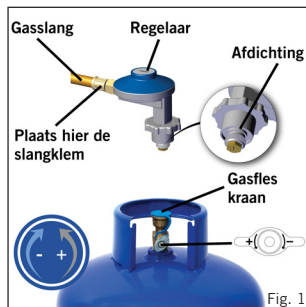

Fig. 1
- Bij het vervangen van een gasflles of kraan van de gasflles dichtdraaien en dan de kraan van het toestel dichtdraaien (zie fig. 1 en 2). Zorg dat de vlam gedoofd is voordat u de gasdrukregelaar losschroeft. Monteer een nieuwe volle gasflles volgens dezelfde voorzorgsmaatregelen zoals hierboven beschreven.